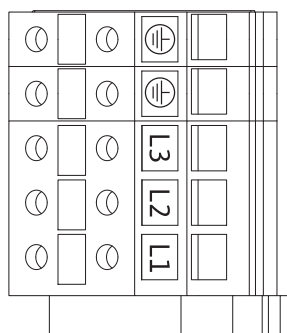

Fig. 25. Силовые клеммы
- Силовые клеммы (сетевые соединительные клеммы) (Fig. 25)